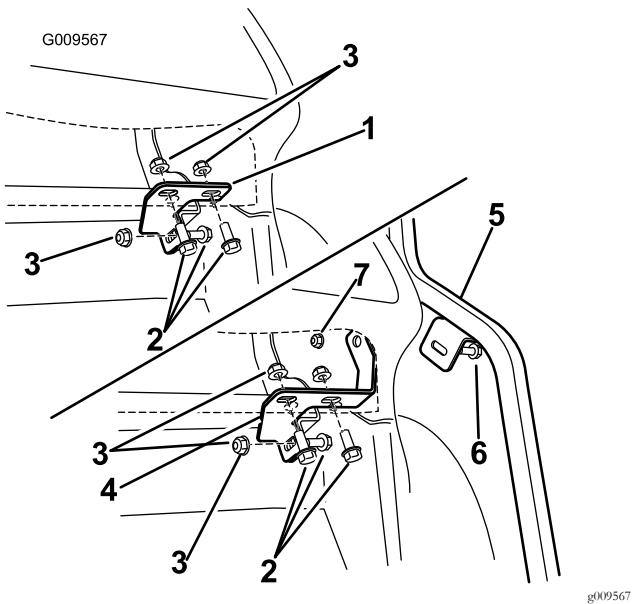

Рисунок 4
- Найдите установленный кронштейн, прикрепленный к поперечной трубе и под правой стороной приборной панели, снимите кронштейн под приборной панелью (Рисунок 4).
- Вставьте болт приборной панели (5/16 x 1 дюйм) через правую переднюю опорную трубу, приборную панель и кронштейн приборной панели (Рисунок 4).
- Установите, не затягивая, фланцевую гайку (5/16 дюйма) для крепления кронштейна приборной панели и опорной трубы к машине (Рисунок 4).
- Установите, не затягивая, остальные снятые ранее крепежные детали, чтобы прикрепить кронштейн приборной панели к поперечной трубе и раме (Рисунок 4).